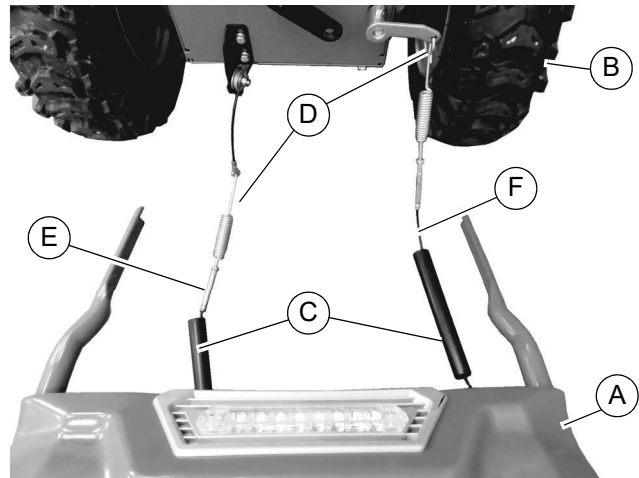

Figura 2-5. Conjunto de manillar
- Consulte la Figura 2-5. Coloque el conjunto de manillar (A) detrás del soplador de nieve (B) en un lugar plano y limpio.